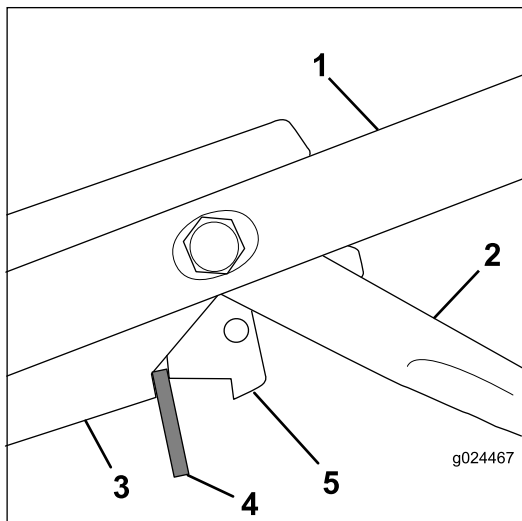

Figura 28
3. Inserte un espaciador de 8 mm (5/16") entre la palanca de control del freno de la cuchilla y el soporte de los controles del manillar (Figura 28).